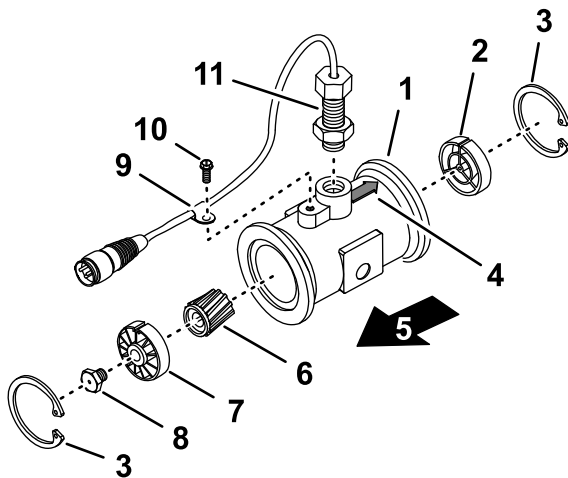

Bild 106
3. Entfernen Sie den Haltering an der vorgeschalteten Seite (Bild 106).